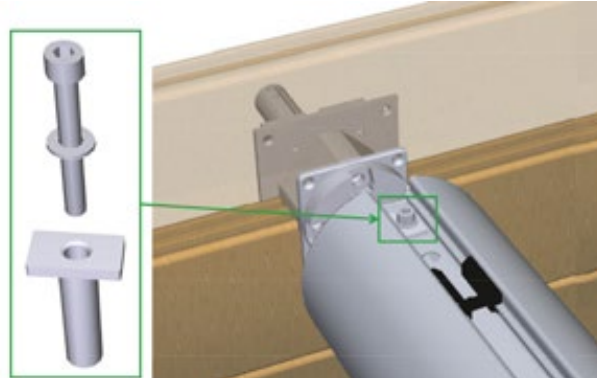

Figure 42 – Verrouillage de l'arbre dans l'axe de couverture automatique
Verrouillez l'arbre dans l'axe (Figure 42) à l'aide d'une canule en plastique, d'une rondelle de 8 mm de diamètre et d'une vis à tête cylindrique à 6 pans 8 × 65 en inox A4 (fournies avec l'axe de couverture automatique).
Les étapes de montage de la poutre sont illustrées à la Figure 42. La visserie nécessaire à ce montage se trouve dans le sachet Y. Sur cette figure, la paroi de bois est située entre les pièces 7 et 8, et le liner est situé entre les deux joints (7) en caoutchouc.